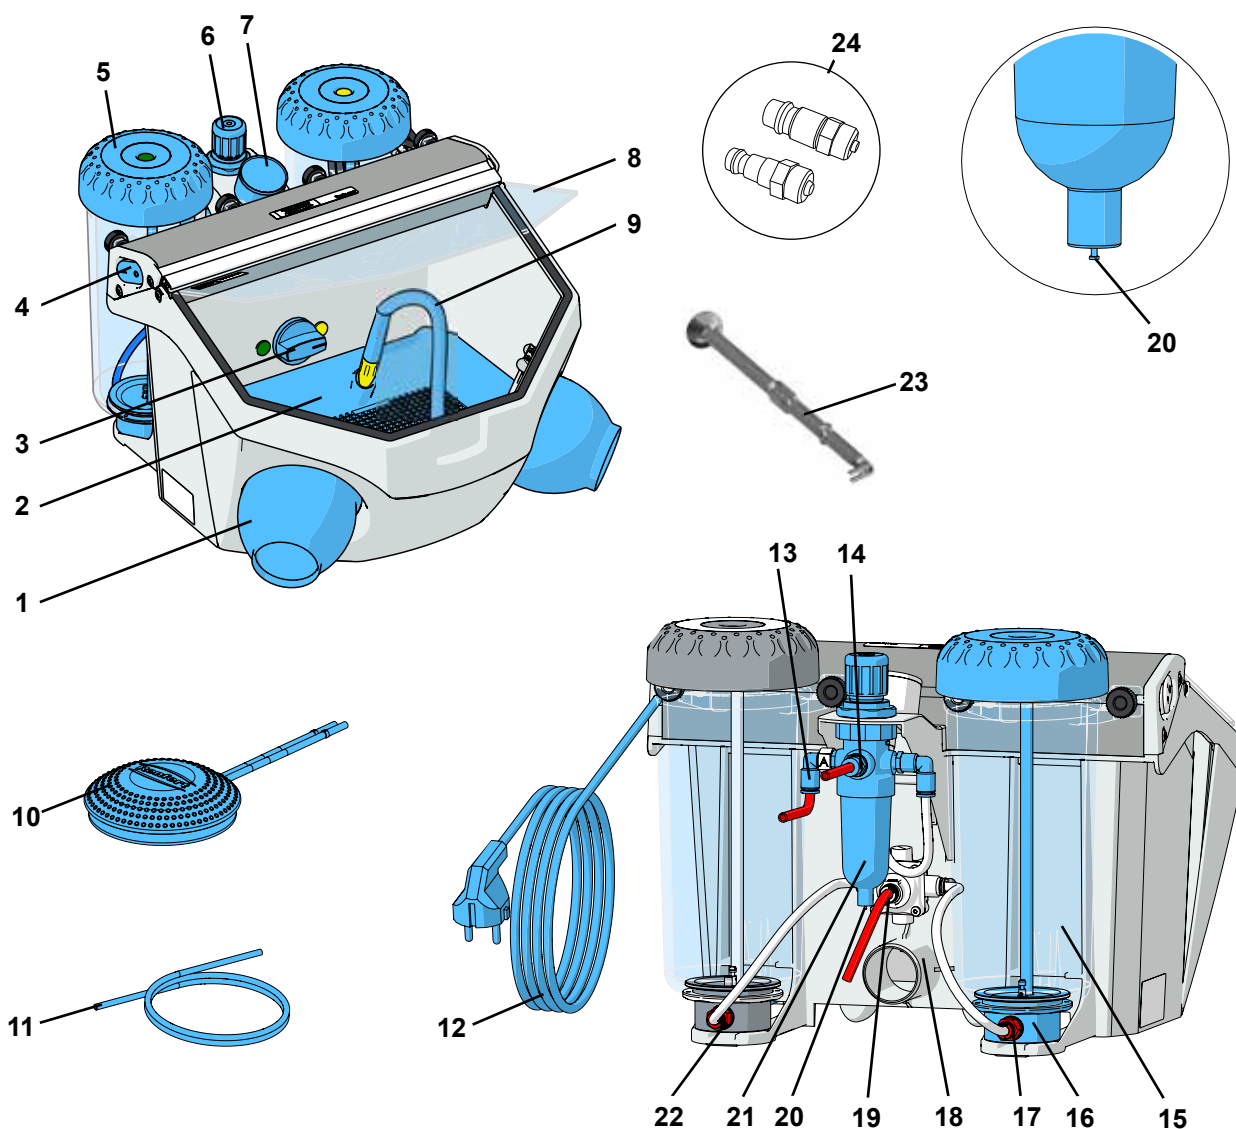

Abb. 1
- ⇒ Netzkabel (12, Abb. 1) entrollen.
- ⇒ Saugschlauch der Absaugung auf das Absaugrohr (18) aufstecken.